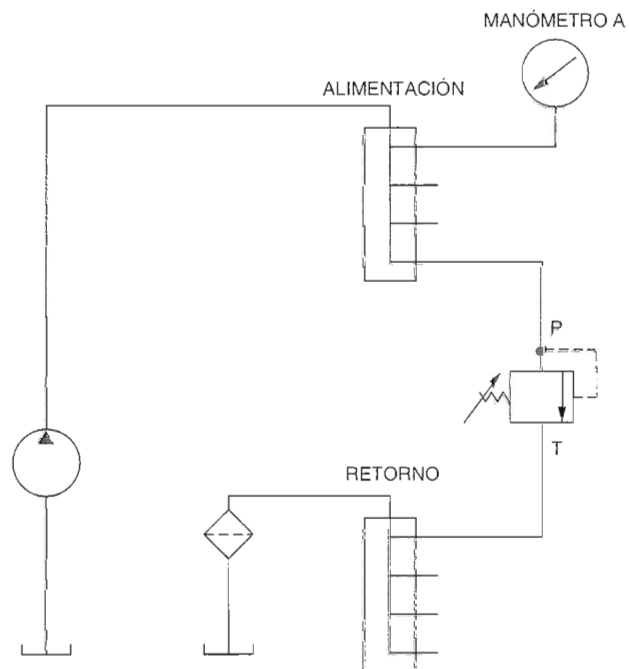
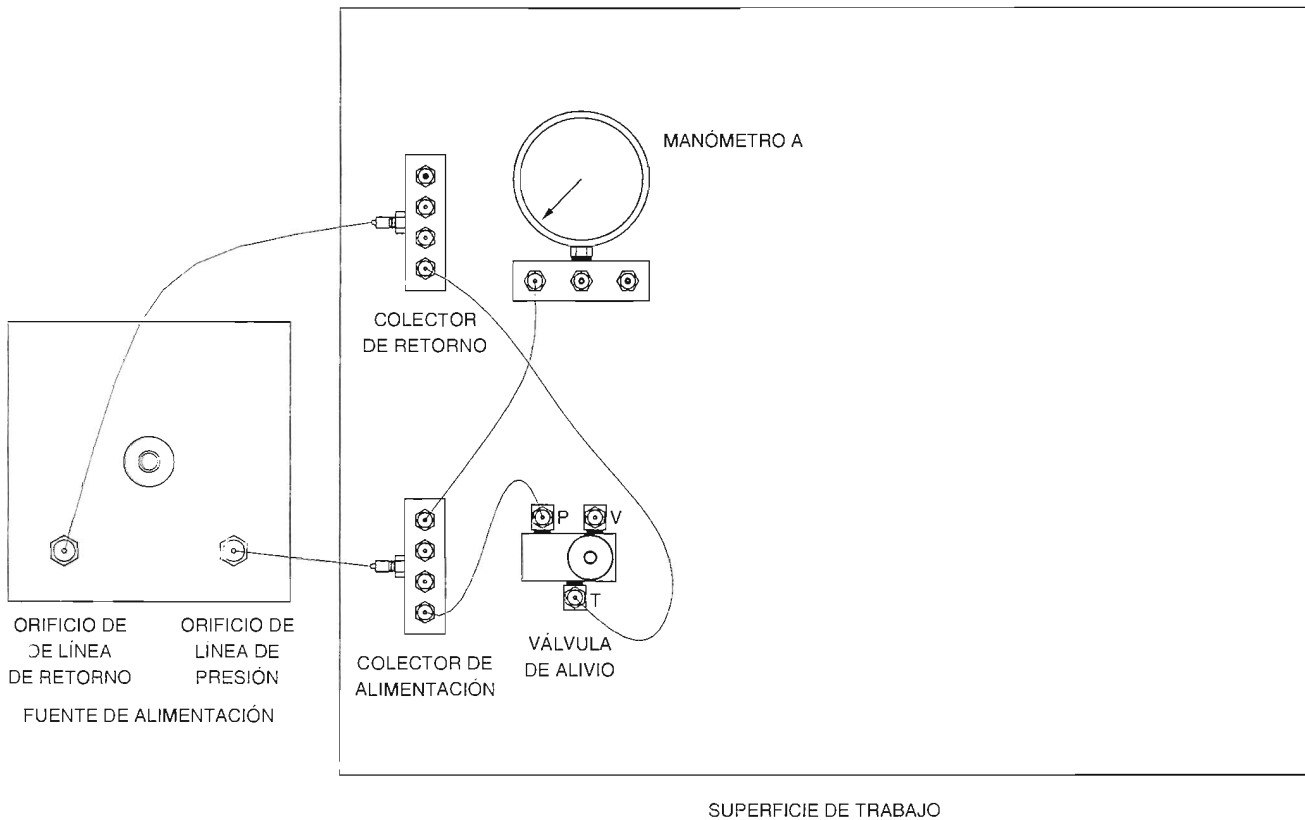

Figura 2-7. Diagrama esquemático del circuito, ajustando la válvula de alivio.
Figura 2-8. Diagrama de conexión del circuito, ajustando la válvula de alivio.
- 1. Conecte el circuito mostrado en la Figura 2-7. Consulte el diagrama de conexión mostrado en la Figura 2-8 para realizar sus conexiones.
Nota: Como indica la Figura 2-7, el orificio de ventilación (V) de la válvula de alivio no es utilizado en este circuito. Por lo tanto, deje desconectado este orificio.